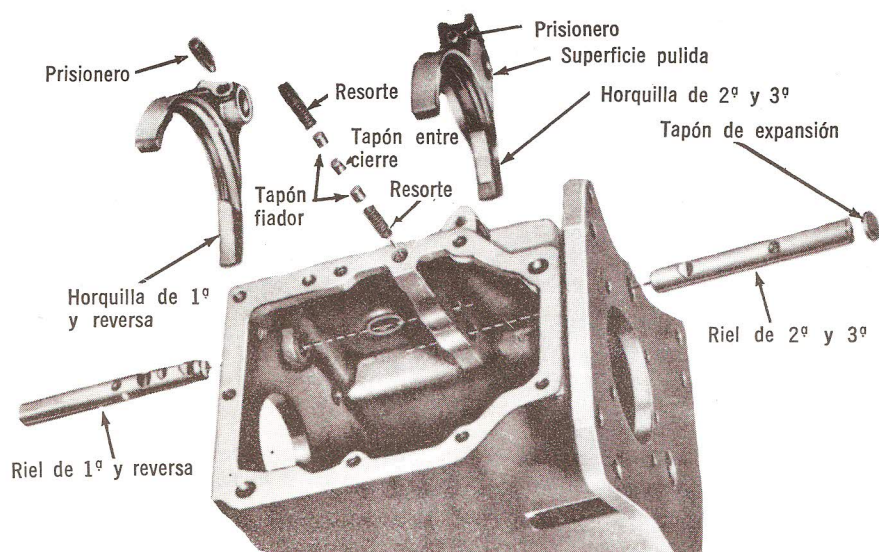

Fig. 8—Componentes de Rieles y Horquillas de Cambios.
14. Saque el tapón del entre-cierre (interconexión). Fig. 8 de la caja, con un imán.
15. Déle unos golpecitos en el extremo interno del riel de segunda y tercera para expulsar el tapón de expansión (Fig. 8) por la parte delantera de la caja. Saque el riel de cambios.